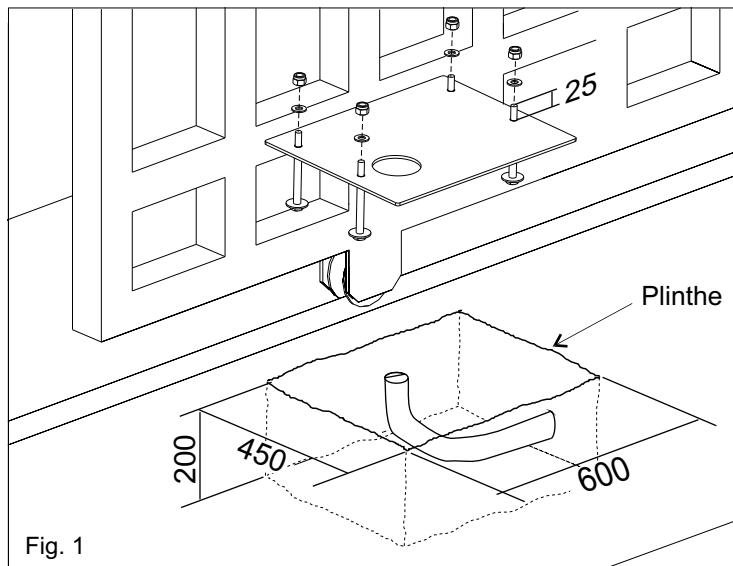

Fig. 1
- 2.1. Prévoir, en se basant sur les mesures reportées dans fig. 1,
NB: Il est opportun, si la structure du portail le permet, de soulever la plaque du niveau pavé d'au moins 50 mm pour éviter éventuelles stagnations d'eau (Fig.1).